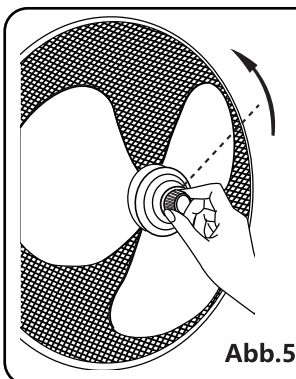

Abb.5
2. Montieren Sie die Rotorflügel auf der Welle. Achten Sie darauf, dass der Rotorwellenstift in die Nut der Blätter passt. Drehen Sie den Spinner gegen den Uhrzeigersinn, um die Rotorflügel anzuziehen. (Abb.5)